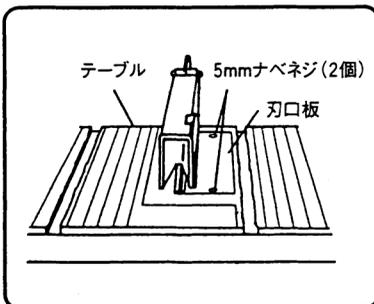

図 29
- (2) テーブルに刃口板を取付けている5mmナベネジ(2個)を手持ちのプラスドライバーでゆるめ、刃口板を取りはずします。(図29参照)